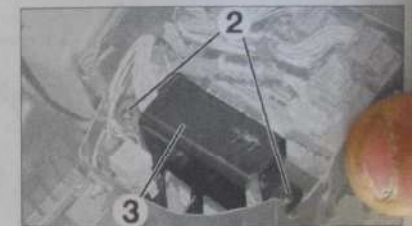

Fig. 52
- les vis autocassantes (2) puis la protection (3) (si équipée) (Fig. 52).